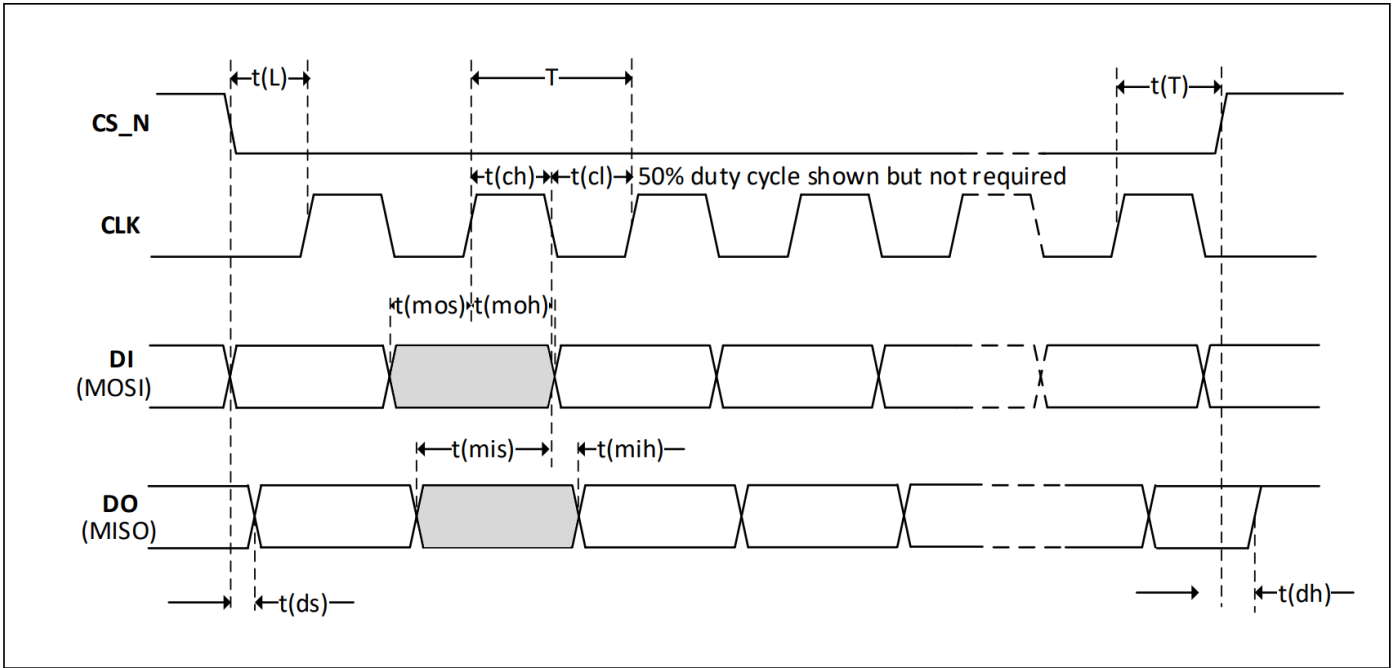

图 44 SFCTL:MISO_HS_RD = 0_b的 SPI 接口时序图
图 44 显示了正常 SPI 模式 (SFCTL:MISO_HS_RD =0) 的时序图。SPI 传输由 SPI 主机产生的片选信号 CS_N 的下降沿启动。同时，SPI 主机应根据第一位驱动数据输入信号 DI（主机输出，从机输入）的电平。此外，在片选信号 CS_N 的下降沿，SPI 从机根据应传输给 SPI 主机的第一位施加数据输出信号 DO（主机输入，从机输出）的电平，该电平在 t(dS) 周期后稳定。SPI 主机必须等待 t(L) 时间才能生成时钟信号 CLK。